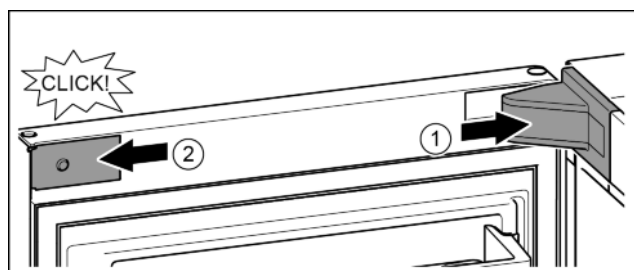

Fig. 20
- ▶ Nasadíte a zaklapnete kryt stojanu ložiska, příp. opatrně přitlačte od sebe. Fig. 20 (1)
- ▶ Z boku nasadíte záslepku a zaklapnete. Fig. 20 (2)